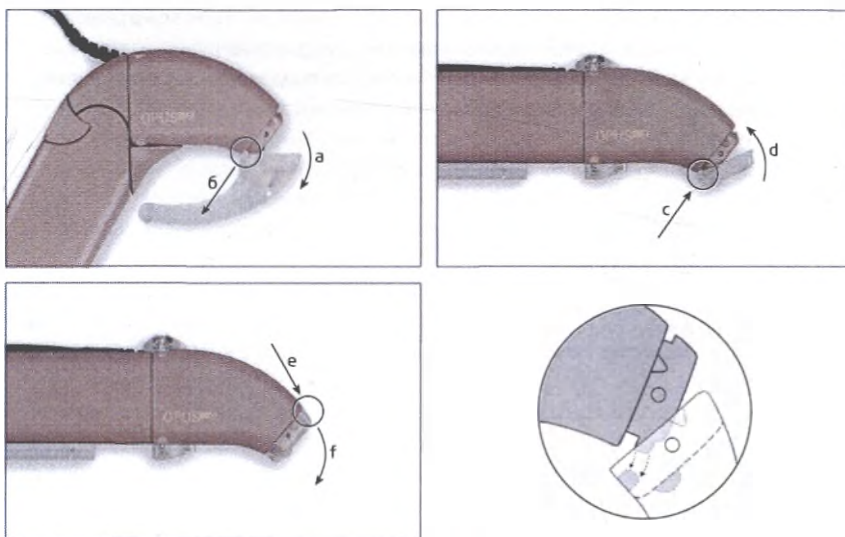

Рис. 21 Как удалить OPUS 2 заушину или крышку микрофона
2. Присоедините крышку микрофона к OPUS 2 блоку процессора, как показано на Рис. 21. При правильной установке Вы почувствуете или услышите тихий щелчок.
1. Если вы до этого пользовались конфигурацией BabyBTE, замените крышку микрофона на OPUS 2 заушину. Осторожно снимите крышку микрофона и присоедините OPUS 2 заушину к OPUS 2 блоку процессора, как показано на Рис. 21. Вы почувствуете или услышите тихий щелчок, если OPUS 2 заушина установлена правильно. Рекомендуется также вставить штырь заушины. Этот штырь затрудняет ребенку самостоятельное удаление заушины.
Чтобы заменить OPUS 2 заушину или установить крышку микрофона осторожно потяните OPUS 2 заушину вниз (a,b), чтобы отделить ее от блока процессора. Присоедините OPUS 2 заушину или крышку микрофона к выступам в нижней части блока процессора и надавите вверх (c,d), пока не почувствуете щелчок (см. Рис. 21). Чтобы удалить крышку микрофона с блока процессора нажмите напротив верхнего выступа крышки (e,f).